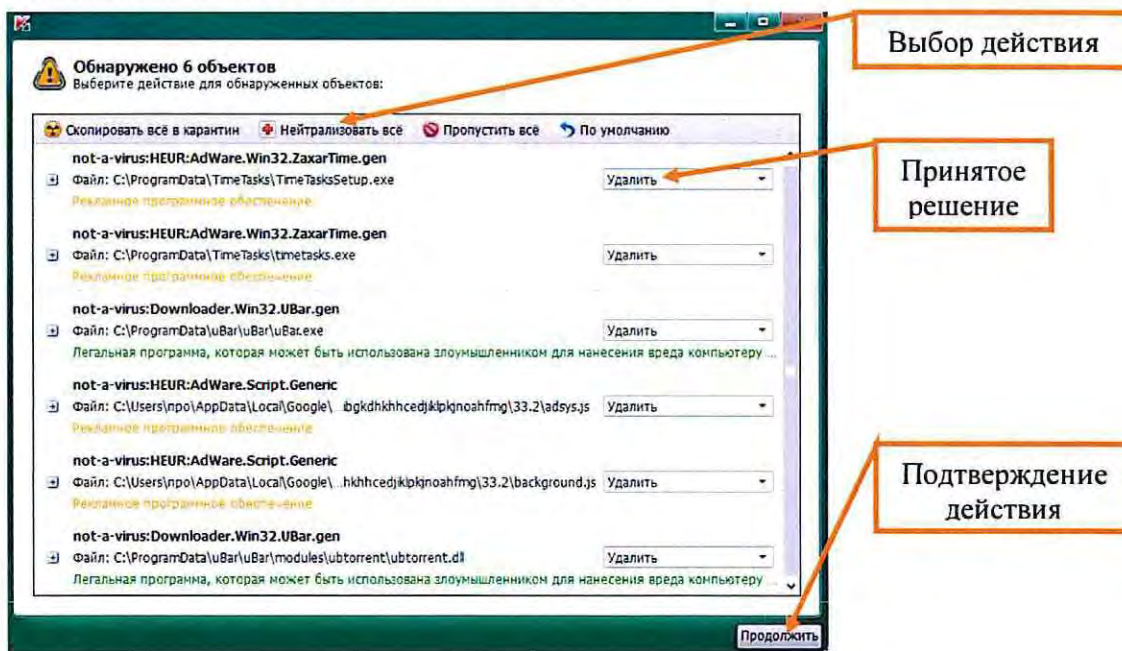

Рисунок 6. Удаление объектов.
7.1.6 Нажать на значок «Нейтрализовать все», после чего напротив каждого выбранного объекта появится надпись «удалить». Нажать на значок «Продолжить» и все выбранные объекты будут удалены (Рисунок 6).